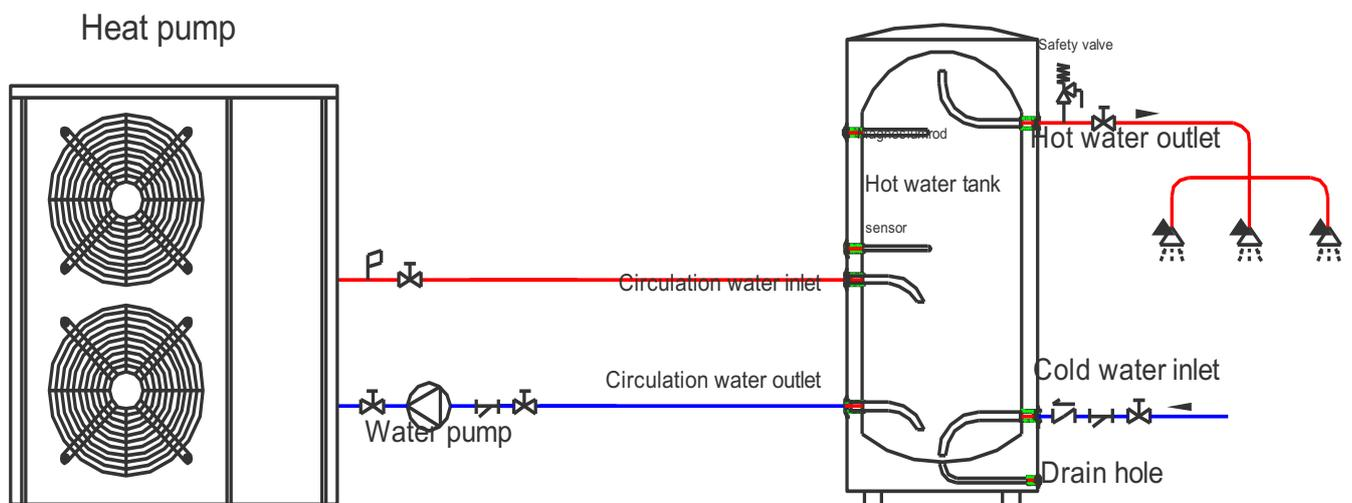

Abb. 7
- 1) Das Systeminstallationsdiagramm ist in Abbildung 7 dargestellt.